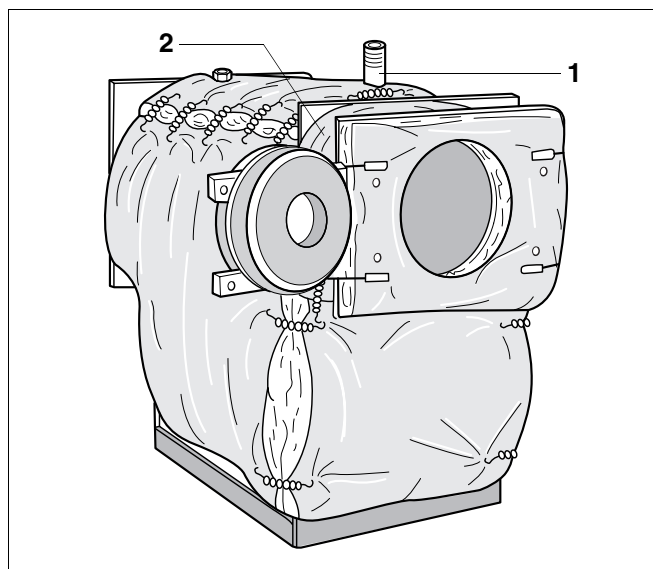

Fig. 5 Placering og fastgørelse af isoleringsmåtterne på kedelkroppen
- Læg isoleringsmåtterne, så de overlapper oven på kedelkroppen, og fastgør dem der med 5 spændefjedre (fig. 5).
- Luk indskæringen til vandmangelsikringen (fig. 5, **pos. 1**) med 2 spændefjedre (400 kW til 640 kW).
- Læg den nederste isoleringsmåtte mod kedelkroppens forvæg, og fastgør den til højre og venstre med 2 spændefjedre til den omløbende isoleringsmåtte (fig. 5).
- Læg den smalle isoleringsmåtte (fig. 5, **pos. 2**) foroven om kedelkapperingen, og fastgør den til højre og venstre med 2 spændefjedre til den nederste isoleringsmåtte (fig. 5).